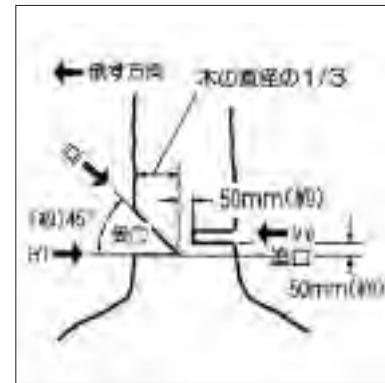

図17
- ①作業の前に倒す木の傾き、大きい枝の位置、風向などを考えて、倒す方向、避難する方向を決めてください。
- ②作業する場所の障害物を取り除き、足場の安全を確認してください。倒す木が斜面にある場合は必ず山側に安全な足場を確保してください。
- ③立ち木を切斷するときは、倒す方向(受口)に(イ)(ロ)の順に受口を作ってください。木の直 径の約1/3の切り込みで、角度は約45°。(図17参照)
- ④受口の水平部より約50mm上部の反対側に水平に追口(ハ)を切り込んでください。
- ⑤追口の切り込みが受口に近づくと木は倒れ始めます。木が倒れ始めましたらチェーンソーを離し安全な方向に避難してください。
- ⑥木が所定の方向に倒れそうもない場合や、ソーチェーン、ガイドバーなどが挟まれたときは作業を中止し、追口にクサビを打ち込み、矯正してください。